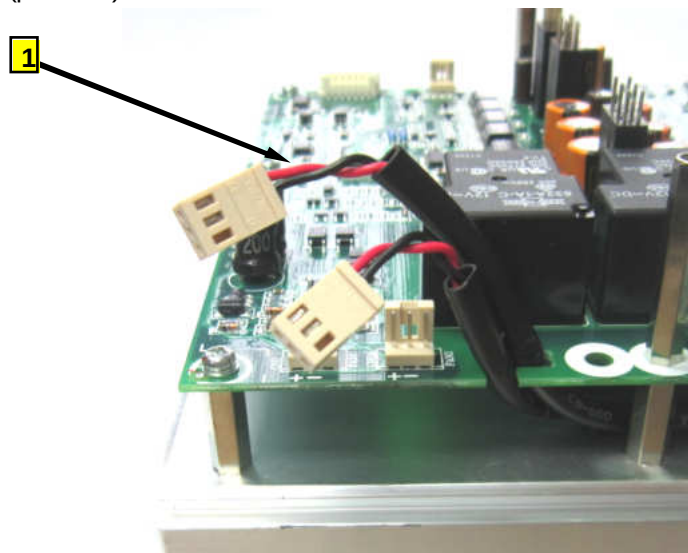

Рис. 6.6
- 6.4.2. Отсоединить розетки кабелей вентиляторов «1» от разъема на плате драйверов (рис. 6.6).
7.5.4. Соединить разъемы вентиляторов с ответной частью на плате (рис. 6.6).